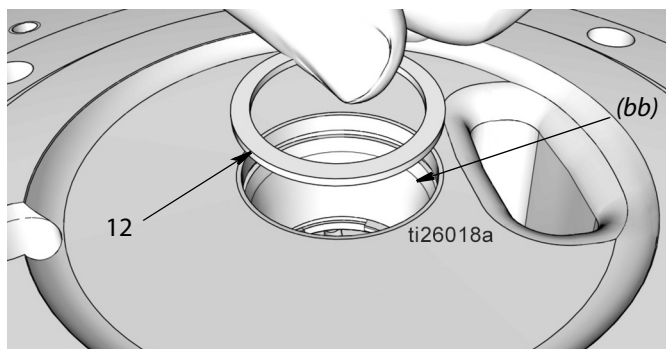

Рис. 32
- Убедитесь, что стопорное кольцо (51) находится на своем месте на боковой стороне основания насоса (1).
- Установите распорную деталь (12), как показано на Рис. 32.